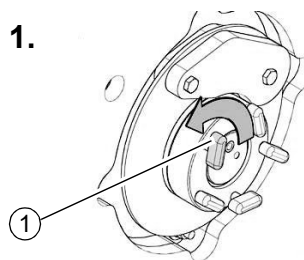

Abb. 13: Reinigung der Mitnehmerscheibe
Schritt 7: Lösen und entfernen Sie Spanankeile (Pos. 3, Abb. 5.3 bzw. Abb. 13).